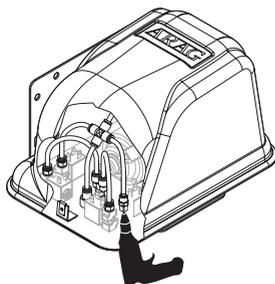

Fig. 20
- Soffiate con aria compressa nei raccordi delle elettrovalvole, verso il compressore (Fig. 20).